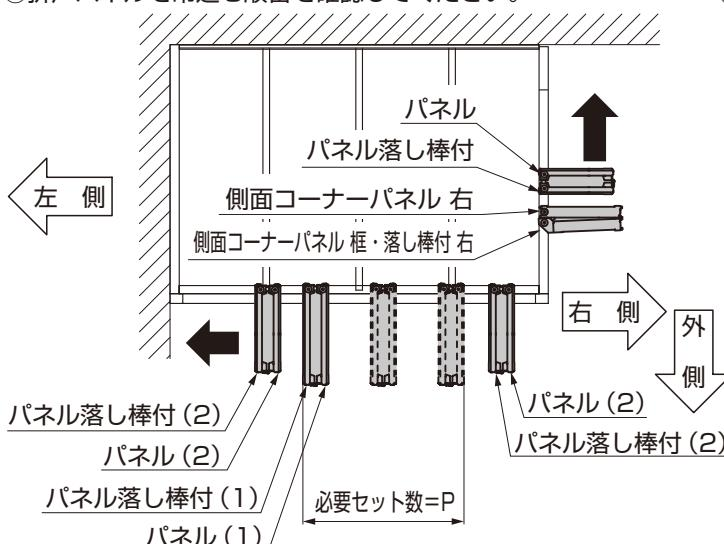

図12-6
- 折戸パネルおよび折戸パネル落し棒付は図12-6の順番に吊り込んでください。順番を間違えると折戸パネルが正しく機能しません。